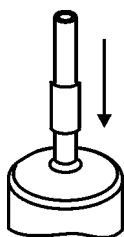

Рисунок 24
2.16.4 На верхнюю часть пипетки надеть отрезок силиконовой трубки 4x1.5 мм длиной 5 мм (рисунок 24). Эта трубка в дальнейшем будет использоваться в качестве упора для верхнего оптодатчика.